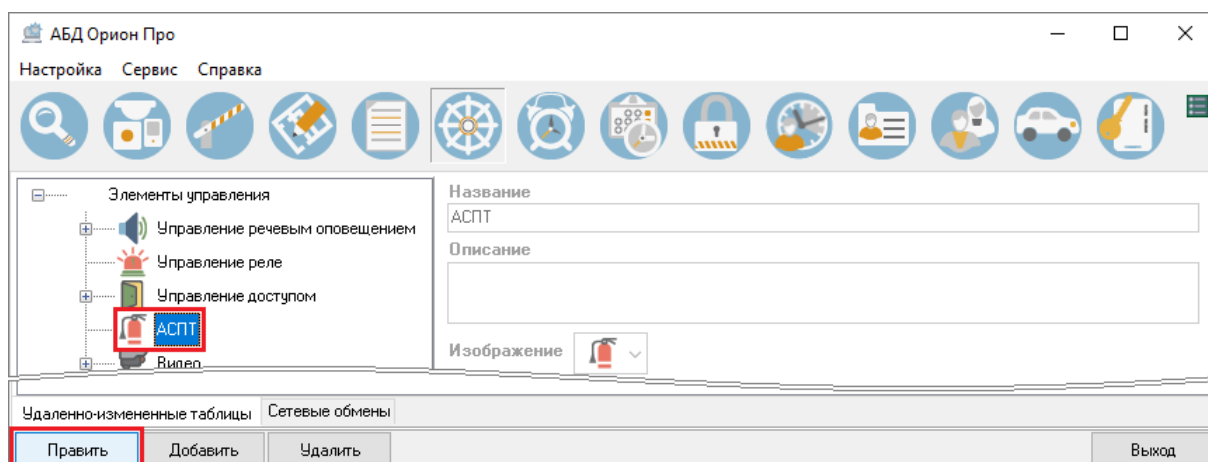

Рисунок 6-690 Переход к редактированию элемента управления
- 2) нажмите кнопку «Править» для перехода в режим редактирования выбранного элемента управления (см. Рисунок 6-690);